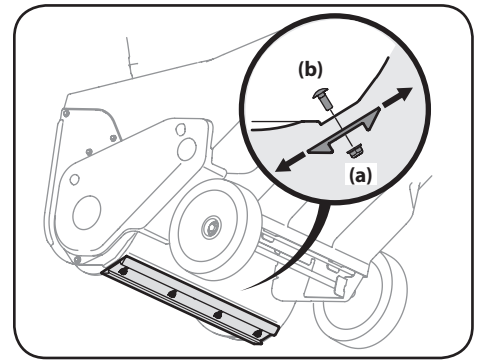

Figure 4-2
3. Desserrez les quatre écrous autobloquants à bride (a) et les boulons de carrosserie (b) qui retiennent la lame de raclage au boîtier. Voir Figure 4-2. Placez la lame de raclage à la position désirée, puis replacez les écrous autobloquants à bride (a) et les boulons de carrosserie (b). Serrez-les bien.
4. Retirez les quatre boulons de carrosserie (b) et les quatre écrous à bride (a) qui fixent la lame au boîtier de la souffleuse à neige. Voir Figure 4-2.